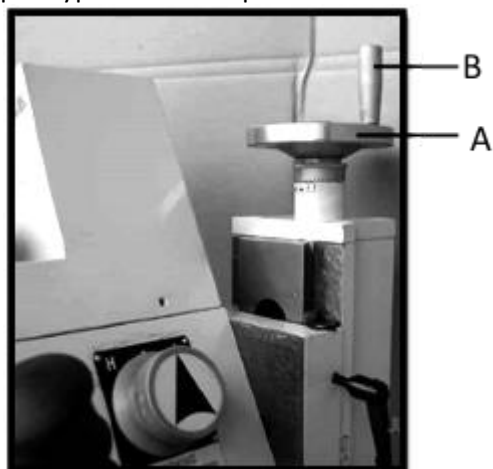

Рис.2
- Прикрутите рукоятку (В, Рис.2) к маховику (А,Рис.2) и затяните ее.